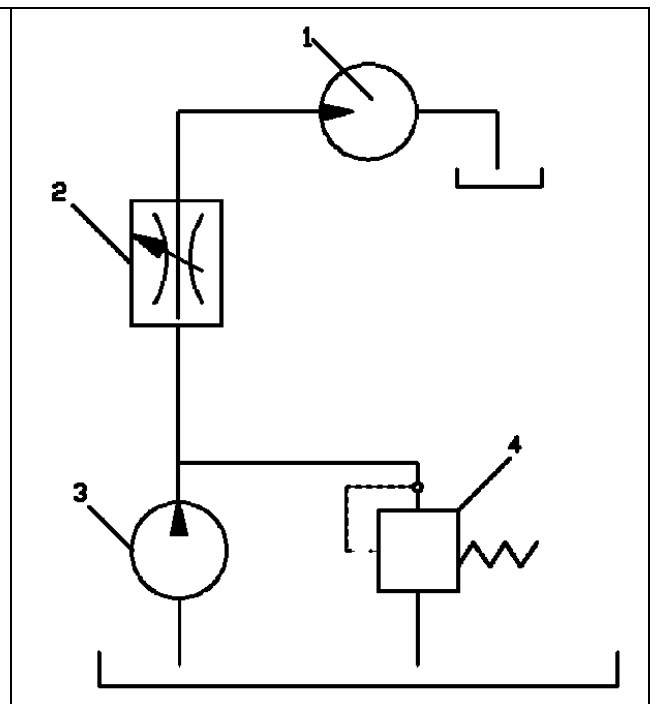

Рисунок 10
10. В объемном гидроприводе (рис. 10) с дроссельным регулированием скорости вращения выходного вала гидромотора 1 насос 3 развивает постоянную подачу  $Q_n = 32$  л/мин. Рабочий объем гидромотора  $q = 40$  см3. Определить минимальную частоту вращения выходного вала гидромотора, если потеря мощности из-за слива масла через гидроклапан 4 не должна превышать 16 % мощности, потребляемой насосом. Объемный КПД гидромотора  $\eta_{об} = 0,98$ , общий КПД насоса  $\eta_n = 0,8$ .